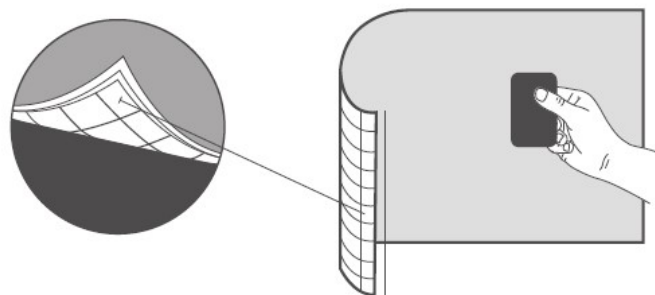

Figura 1. Canales de liberación de aire 3M™ Comply™
- Fácil aplicación — La tecnología de adhesivo 3M™ Comply™ prácticamente elimina las burbujas de aire, simplificando y agilizando la aplicación (ver Figura 1).